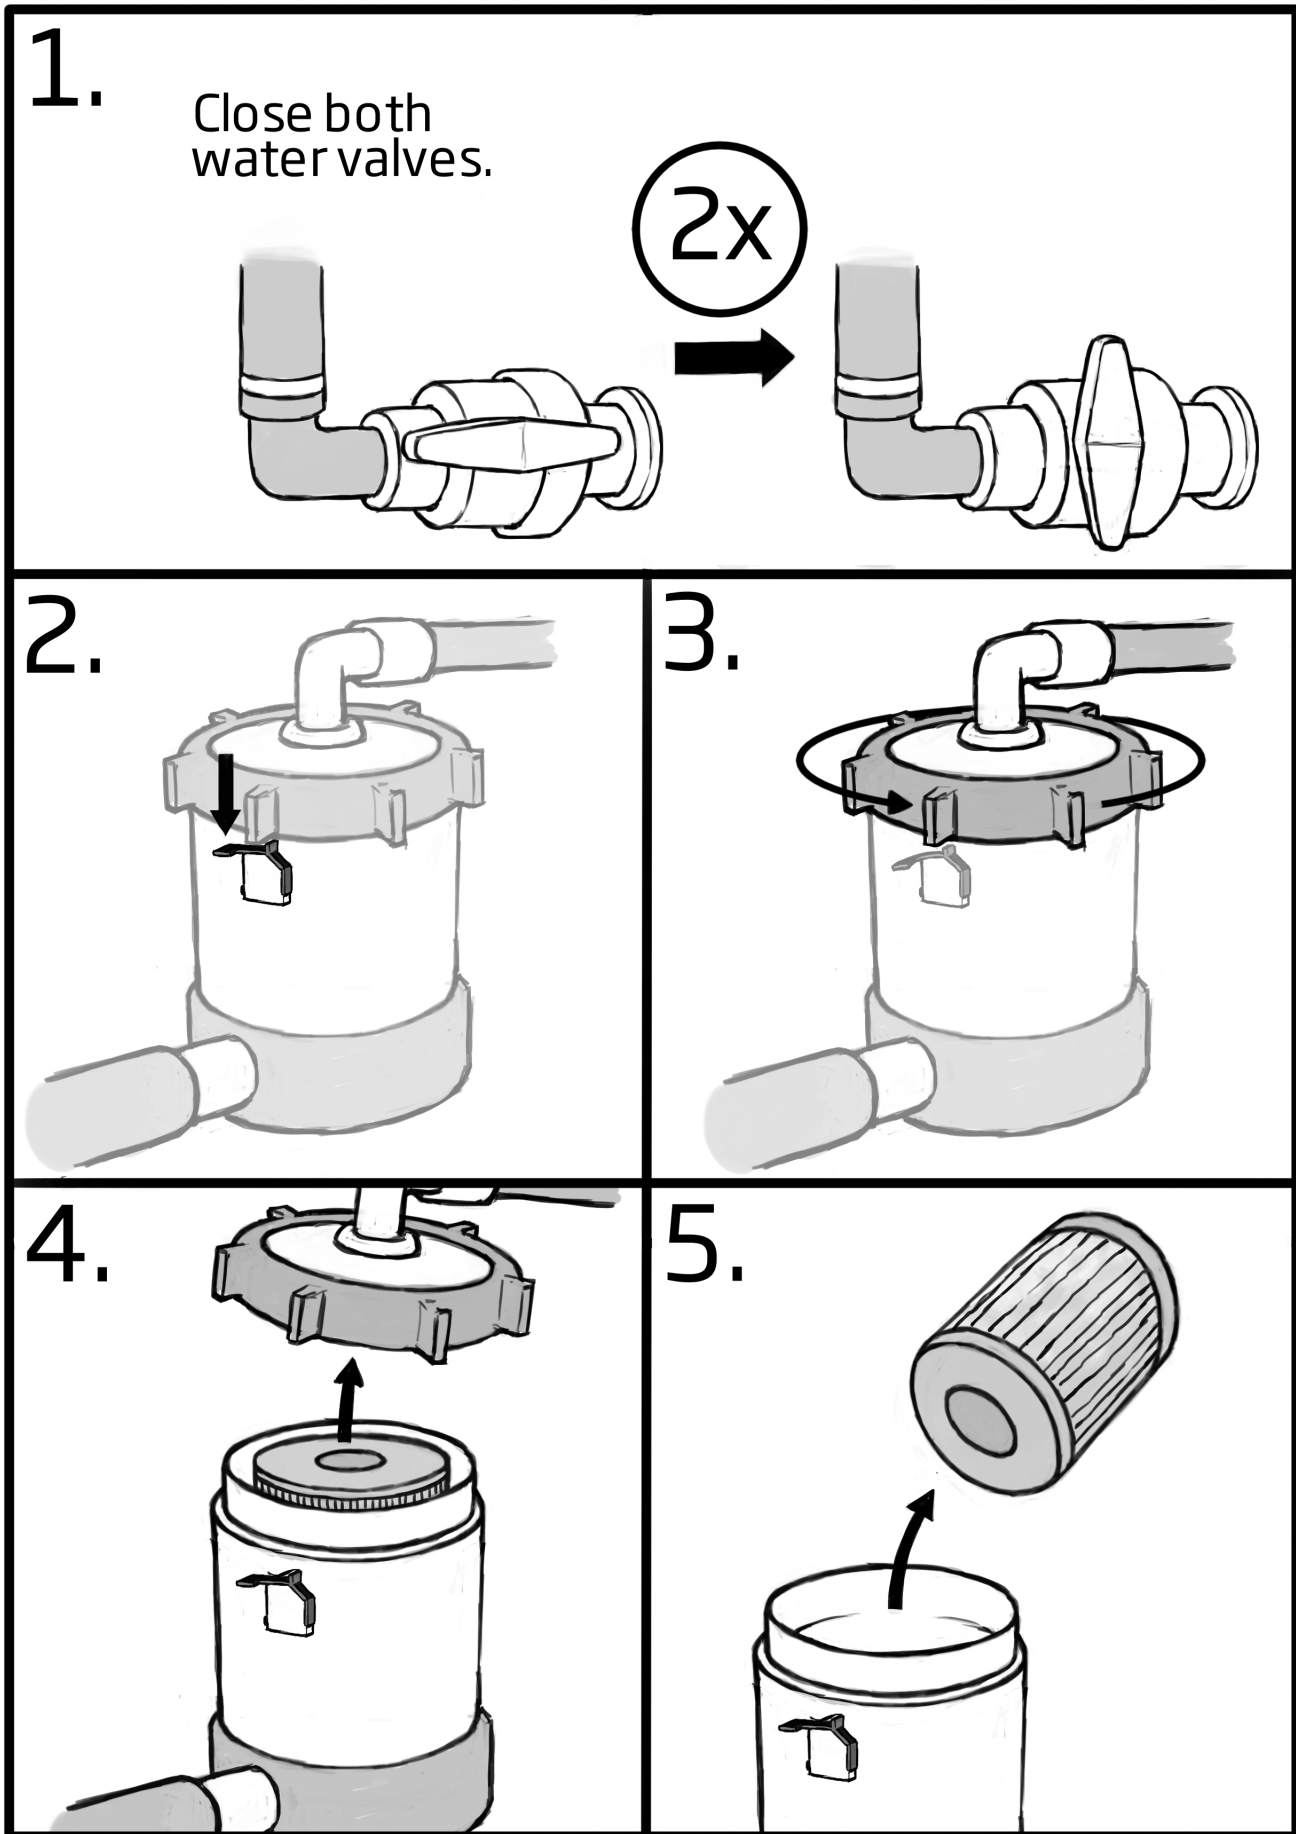
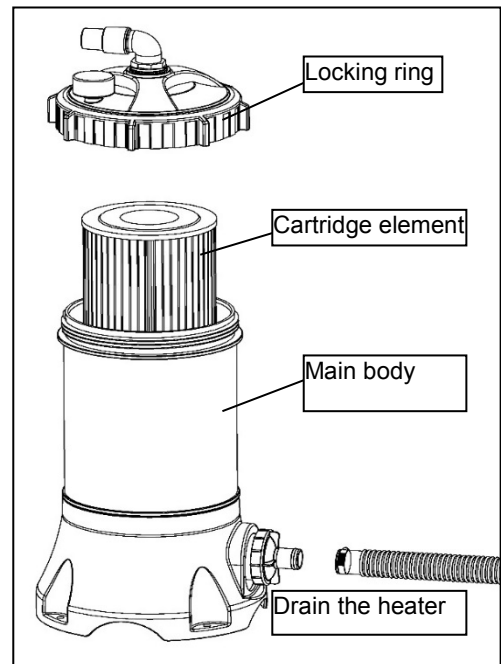

Bild 7 - Avlägsna patronen
Bild 8 - Filtrets delar
4. Töm filtret på vatten genom att öppna förfiltrets klämma (om du vill rengöra förfiltret, Bild 8/Basket)
8. Lösgör och rengör pumpens förfilter (Bild 8/Basket)
3. Sätt fast förfiltret (Basket & O-ring & Cover/Bild 8) och sugslangen (Drain/Bild 7) om du har avlägsnat dem.